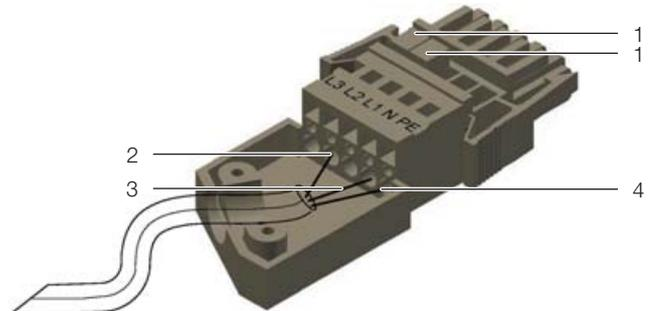

Рис. 37: Схема штекера подключения с корпусом для защиты от натяжения
- Соедините подключения фаз в штекере подключения с помощью двух прилагаемых перемычек (рис. 37, поз. 1). Установите перемычку между фазами L1 и L2 и еще одну перемычку между фазами L2 и L3.